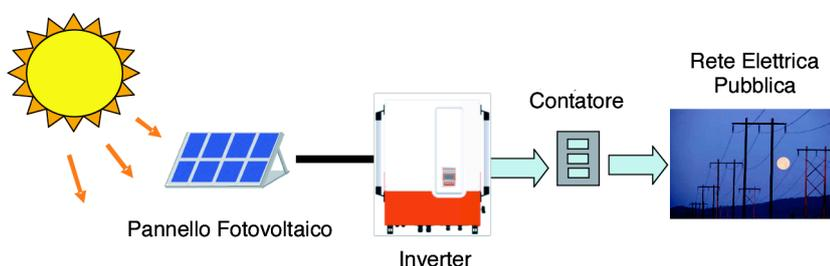

Fig1.1.1 Panoramica di un Impianto ad Energia Solare Collegato alla Rete Elettrica
La famiglia di prodotti ISMG3 della Carlo Gavazzi è una serie di inverter fotovoltaici collegati alla rete elettrica che sono progettati per convertire la corrente c.c. generata dai pannelli fotovoltaici in corrente c.a. che viene immessa nella alla rete elettrica pubblica. I dispositivi ISMG315 e ISMG320 fanno parte della famiglia con output c.a. trifasi (3) per il mercato europeo. La panoramica dell'impianto ad energia solare collegato alla rete elettrica è presente nella Fig. 1.1.1. Gli inverter ISMG3 utilizzano una tecnologia all'avanguardia al fine di ottenere alta affidabilità e facilità d'uso. Gli ISMG315 e ISMG320 sono anche conformi ai requisiti delle Norme VDE0126-1-1, RD1663/RD661 e DK5940. Inoltre gli inverter trifase ISMG3 sono certificati per conformarsi alle Norme EN50178 e EN55022 EMC con dispositivi di Classe A.